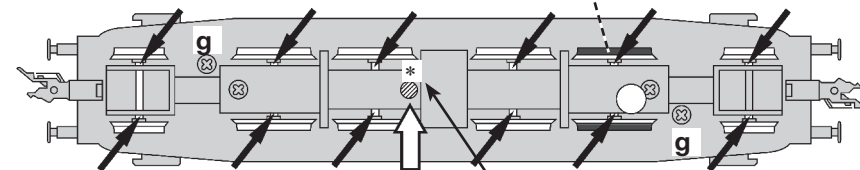
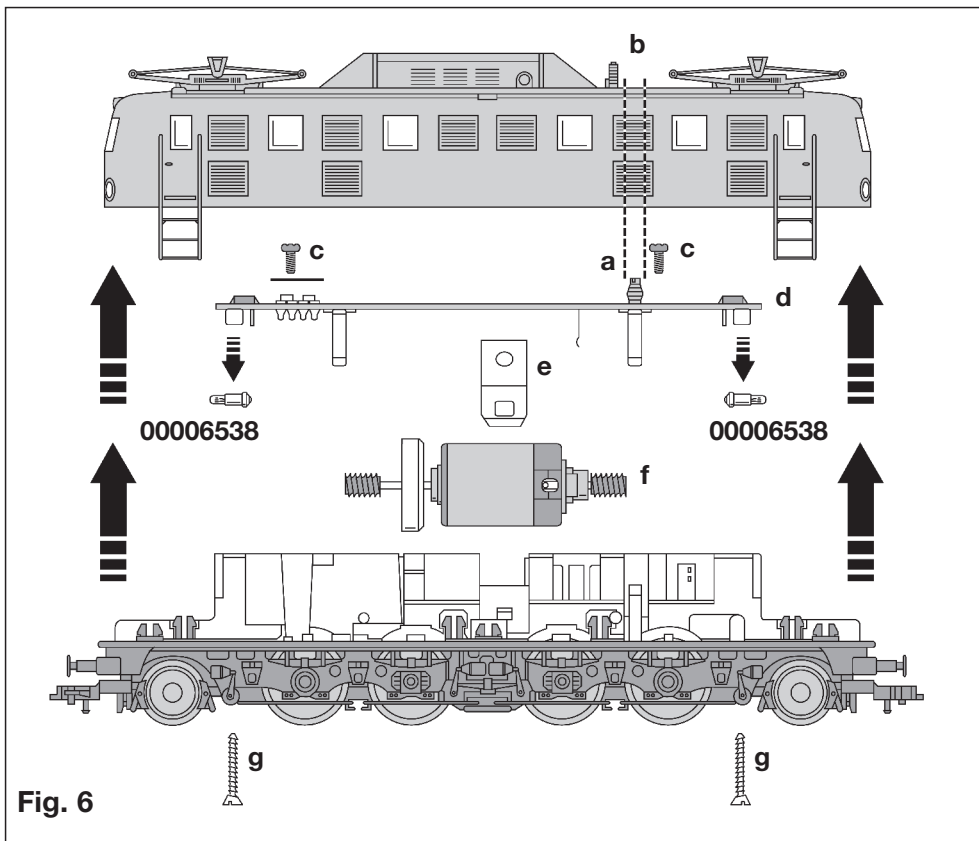

Fig. 5
Fig. 6
An der markierten Stelle kann der **Schaltmagnet 942701** befestigt werden (Fig. 5).
* Dieser Stern bezeichnet die masseführende, "gemeinsame Seite" der Lok (Fig. 5).
Öffnen: Ein Öffnen der Lok ist nur zum Lampenwechsel, Austausch des Motors, Ölen der Getriebe und Einbau eines digitalen Empfängerbausteins erforderlich. Zwei im Lokboden versenkte, ausserhalb der Mittellinie angeordnete Schrauben (**g**) lösen (Fig. 5) und Lokgehäuse nach oben abheben (Fig. 6). Beim Aufsetzen des Gehä-
ses darauf achten, dass der Hauptschalter (**a**) durch die Aussparung (**b**) im Lokdach vorsichtig durchgeführt wird (Fig. 6). Der Hauptschalter dient zum Umschalten der Stromzufuhr über das Gleis oder über Oberleitung und befindet sich auf dem Dach auf der Seite des Führerstandes 1 (bzw. "V").
Lokgehäuse abnehmen, Leiterplatte (2 Schrauben (**c**) lösen) abnehmen. Auf der Unterseite der Leiterplatte (**d**) die Glühlampe aus der Halterung nach oben herausziehen (Fig. 6). Neue Glühlampe einsetzen, Leiterplatte (**d**) wieder aufsetzen und mit den Schrauben (**c**) befestigen. Lokgehäuse wieder aufsetzen und mit den beiden Gehäuseschrauben fixieren.
Motortausch (Fig. 6):
Motor in das Lokfahrgestell einsetzen. Dabei auf die richtige Einbaulage achten: Die rote Motormarkierung muss auf der Seite des Lokfahrgestells liegen, in der sich die Aussparung für den digitalen Empfängerbaustein befindet (j, Fig. 7). Motor durch Aufsetzen der Motorhalteklammer (e) fixieren (Fig. 6). Die Seitenarme der Klammer auf einer Seite in die Rastnase des Fahrgestells einhängen und den gegenüberliegenden Seitenarm durch senkrechten Druck in die andere Rastnase einhängen. Die Platine (d) wieder aufsetzen und mit den 2 Schrauben (c) befestigen. Lokgehäuse aufsetzen. Dabei auf die Lage des Hauptschalters (a-b) achten (Fig. 6).
Opening: Opening of the loco is only necessary for changing bulbs or motor, oiling the gears or fitting the digital decoder. Unscrew 2 screws (g) in the bottom of the loco chassis (fig. 5, 6) and lift body upwards (fig. 6). When replacing the loco body, ensure that the loco's main switch (a) fits through the cutout (b) in the top of the loco body (protection against inadvertent reversal, fig. 6).
Bulb Changing: Pull the bulb upwards out of the socket (fig. 6). **Spare Bulb (white):** 00006535 · **Spare Traction Tyres:** 00544009. The indicated point can be used for locating the switching magnet 942701 (fig. 5).
* This star indicates the so called "common side" of the loco (fig. 5). **The motor brushes are not exchangeable (maintenance-free motor).**
Exchanging the motor: Open the loco. Unscrew (c) and lift the circuit board (d) upwards (fig. 6). Pull the sides of the retaining clip (e) outwards while pressing on top of the clip (fig. 6). Take out clip and motor. Insert the new motor (f) into the loco chassis. Make sure that it is correctly located: the red motor markings must lay on the side of the loco in which the space for the digital receiver module can be found. Secure the motor in position with the motor retaining clip (e) (fig. 6). Replace the circuit board and secure it with the 2 screws (c). Replace the loco body, making sure that it is the right way round by the loco's main switch (a-b) (fig. 6). **Spare motor: 00504103.**